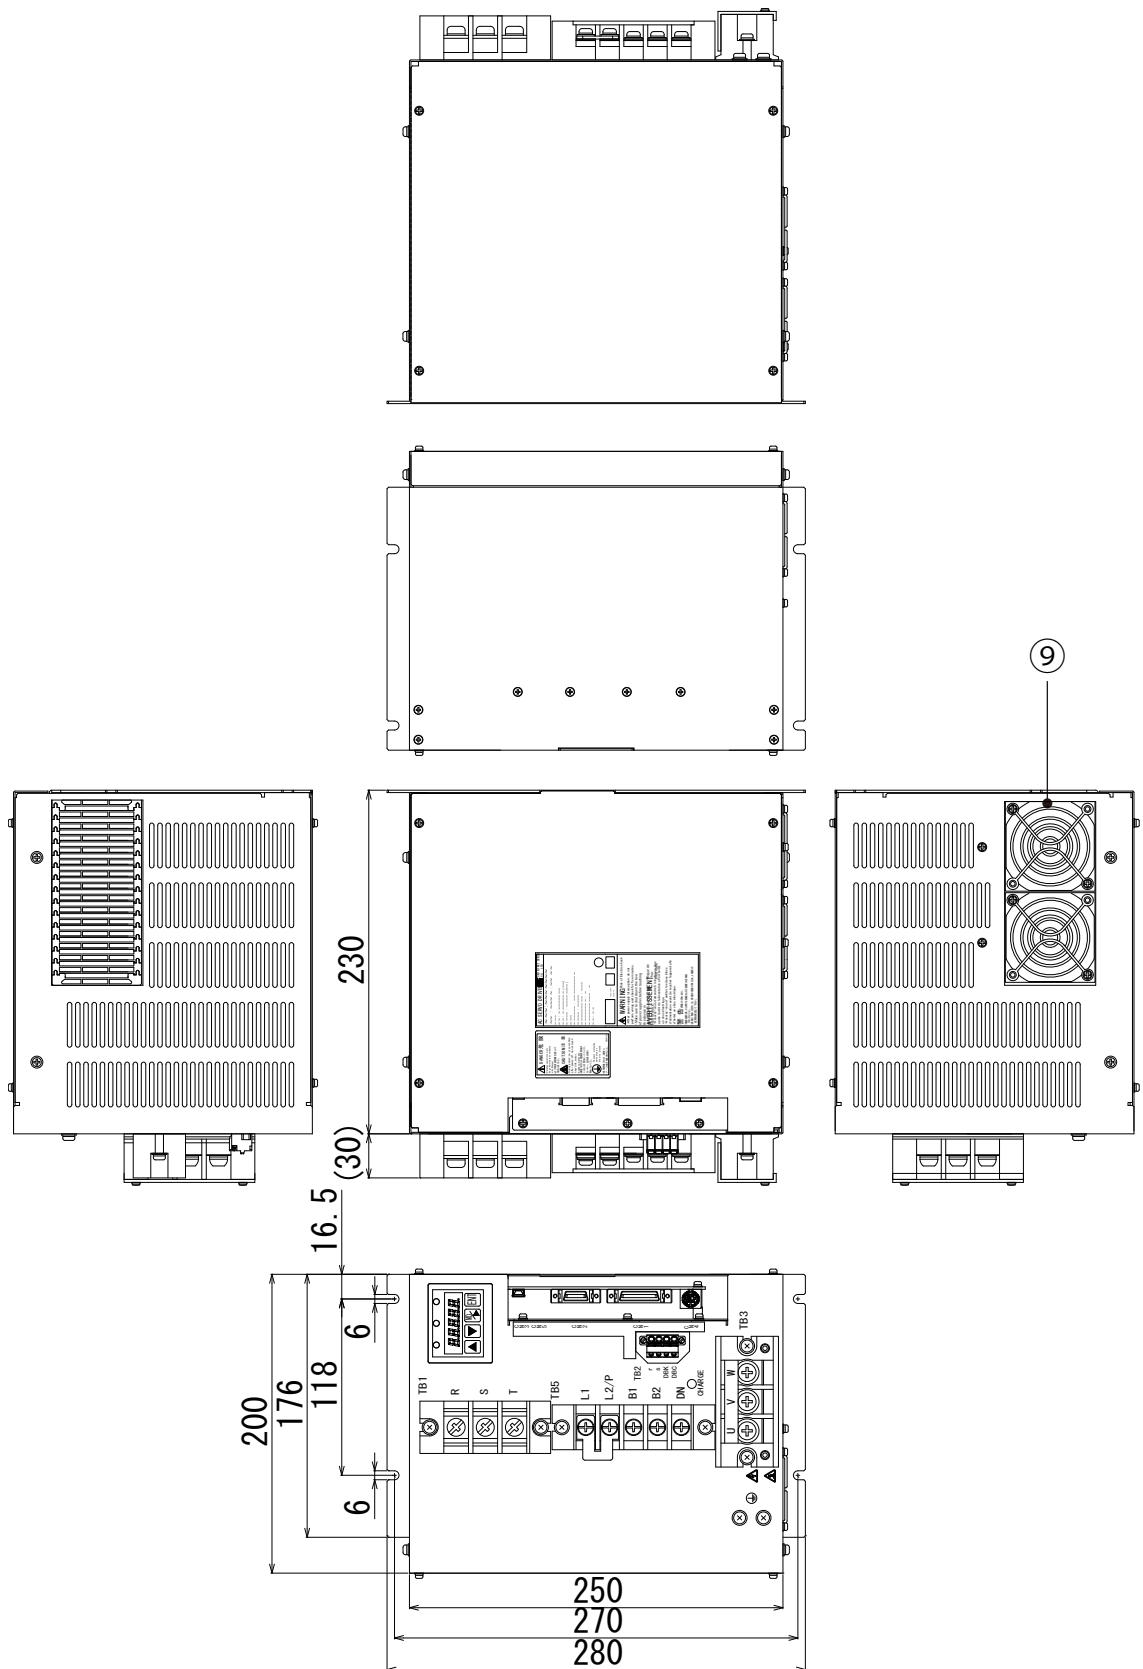

図13-11 15kW装置本体外形図(Type6)
| ⑨ | FAN | 空冷用ファン 「図 13-11 15kW 装置本体外形図 (Type6)」 参照 | |